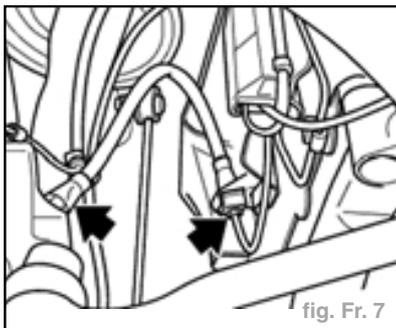

fig. Fr. 7
- Débrancher le flexible de frein au niveau du raccord de la conduite (fig. Fr. 7).